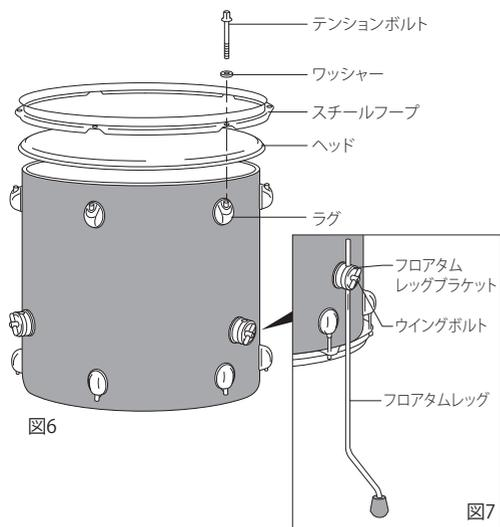

図6
1. 打面側を上にしてシェルを床に置き、ヘッドをかぶせ、スチールフープをのせます（図6）。
2. スチールフープにワッシャー、テンションボルトを通し、ラグにネジ込んでヘッドにテンションをかけます（図6）。